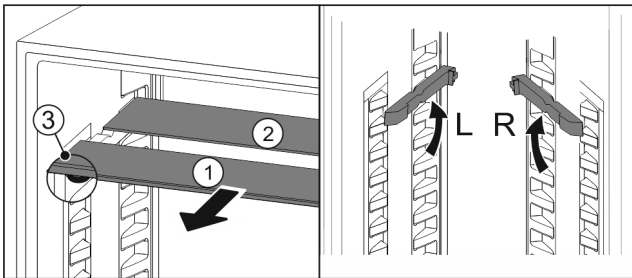

Fig. 189
- ▶ Посуньте Fig. 189 (1) скляну панель вперед.
- ▶ Скляна панель Fig. 189 (1) з декоративною планкою лежить спереду.
- ▶ Стопори Fig. 189 (3) показують вниз.